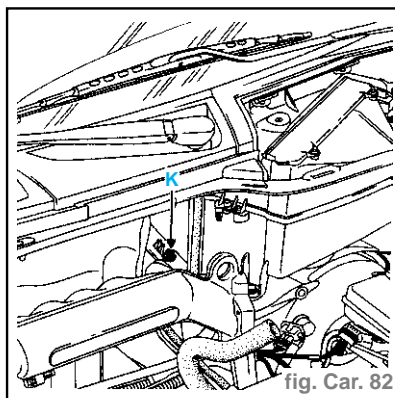

fig. Car. 82
- Écarter le conduit de liaison vers la droite afin d'avoir accès à la vis de fixation (K) du boîtier répartiteur située dans la boîte à eau. (fig. Car. 82)